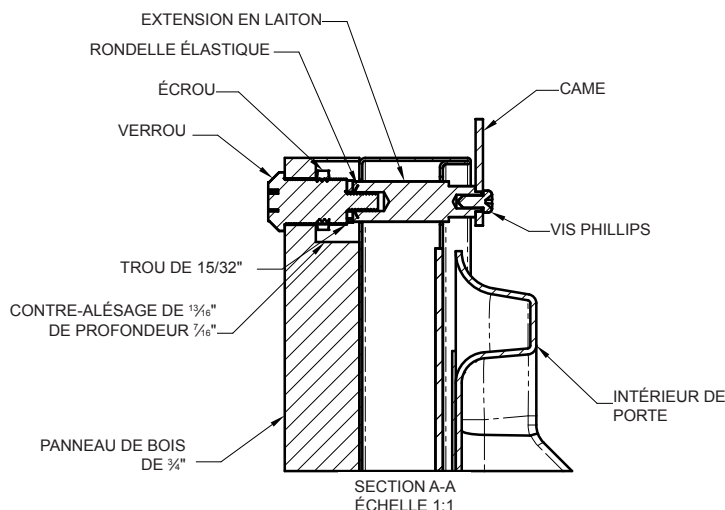

Figure 9
Localisez et marquez avec un crayon l'emplacement du trou de verrouillage sur le panneau de revêtement, c'est le trou dans l'angle supérieur du côté de la poignée de la porte. Enlevez le dispositif de maintien et enlevez le panneau de revêtement de la porte. Sur la face arrière du panneau où vous avez marqué l'emplacement de verrouillage, percez un contre-alésage de $\frac{13}{16}$ " (20,5 mm) de diamètre et $\frac{7}{16}$ " (11,0 mm) de profondeur dans le panneau de revêtement. Percez un trou de diamètre $\frac{15}{32}$ " (12,0 mm) dans le panneau de revêtement au milieu de ce contre-alésage en prenant soin de ne pas faire éclater le bois sur la face avant du panneau (Voir la Figure 9).
Deux (2) extensions de verrouillage sont fournies avec le verrou. Utilisez l'extension la plus longue pour un panneau de revêtement d'épaisseur $\frac{3}{4}$ " et la plus courte pour un panneau d'épaisseur $\frac{5}{8}$ ". Assemblez l'extension de verrouillage, une rondelle d'arrêt de came, une rondelle élastique et une vis de fixation sur le verrou comme montré aux Figures 9 et 10. Installez cet ensemble sur le panneau de revêtement avec l'écrou de maintien en utilisant une douille de 15 mm. Assurez-vous que la fente en trou de serrure du verrou est verticale.